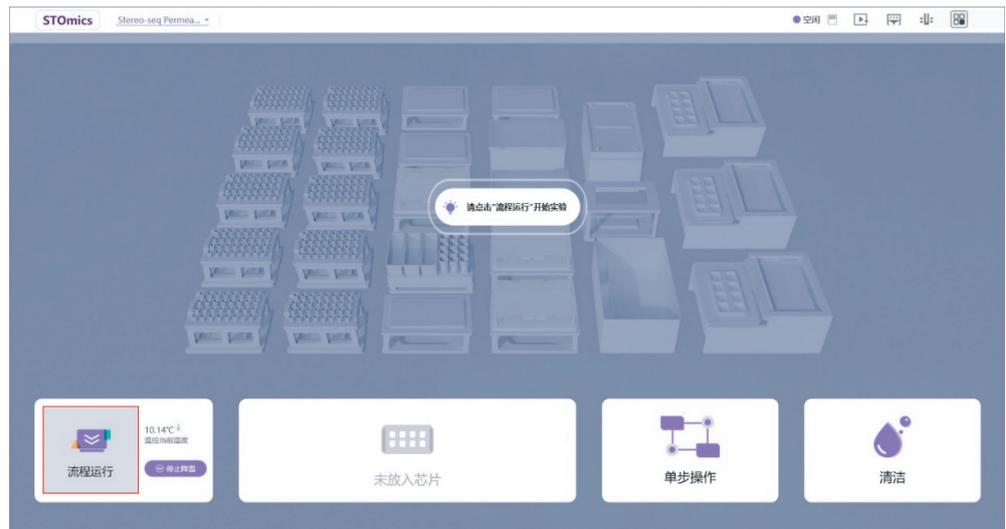

图 2-10 芯片容器放置示意图
- a. 流程运行：点击页面左下方的“流程运行”，将进入实验信息填写界面，如图 2-10 的红框所示；